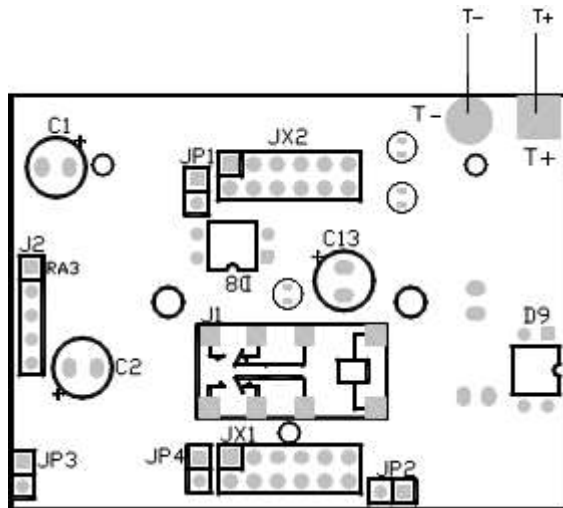

Рис. 2.2.1 Внешний вид платы устройства.
2. Установить переключки JP1, JP2, JP3, JP4. (см. Рис. 2.2.1)
3. Подключится, соблюдая полярность, к контактными площадкам T+, T- с помощью программатора Z-511. (см. Рис. 2.2.1)
5. Снять переключки JP1, JP2, JP3, JP4.(см. Рис. 2.2.1)